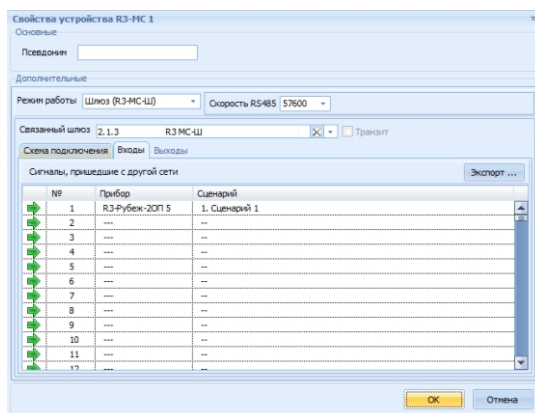

Рисунок 9.3
9.4 Для включения в МС режиме R3-МС-Ш необходимо в системе R3-Link перейти на вкладку «Планы», выделить R3-МС в дереве и открыть контекстное меню «Свойства» (рисунок 9.3). В открывшемся меню выбрать режим работы «шлюз». Если в текущий план внесены и система R3-Link, и система RS-485, то необходимо указать «Связанный шлюз» – R3-МС-Ш из системы RS-485. В этом случае адрес и скорость шлюза в системе RS-485 заполняются автоматически, а также в обеих системах произойдет связывание вкладок «Входы» и «Выходы» друг с другом (при дальнейших настройках шаги с импортом и экспортом конфигураций сценариев пропускаются).